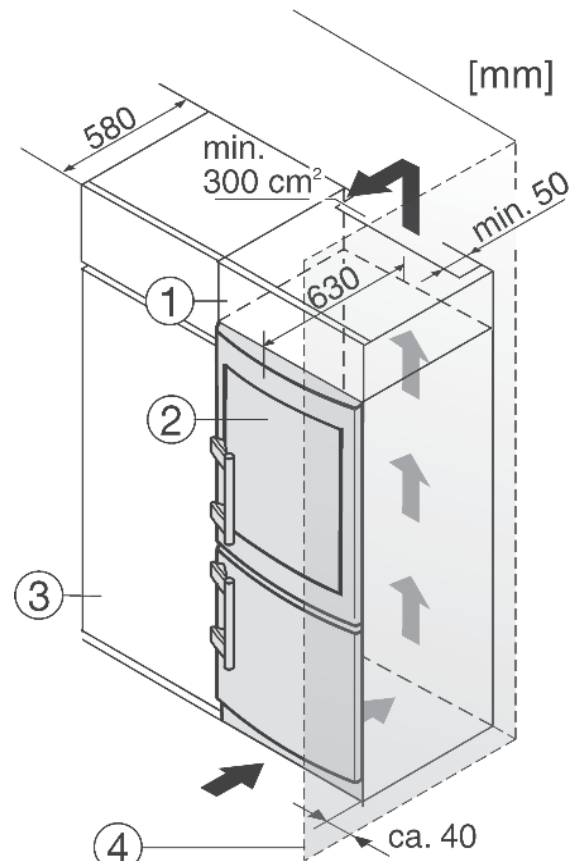

Fig. 20
- (1) Élément haut
- (2) Appareil
- (3) Placard de cuisine
- (4) Mur
L'appareil peut être entouré de meubles de cuisine. Pour adapter l'appareil Fig. 20 (2) à la hauteur des placards de la cuisine intégrée, on peut placer un élément haut Fig. 20 (1) au-dessus de l'appareil.
Lors de la transformation avec des placards de cuisine (profond. max. 580 mm) l'appareil peut être placé directement à côté du placard Fig. 20 (3). La porte de l'appareil saillit latéralement de 34 mm et au milieu de l'appareil de 50 mm par rapport à la face avant du placard de cuisine. Ainsi, elle se laisse ouvrir et fermer sans problèmes.
Si l'appareil est installé avec les charnières à côté d'un mur Fig. 20 (4), la distance entre l'appareil et le mur doit être de 40 mm min. Ceci correspond à la saillie de la poignée lorsque la porte est ouverte.